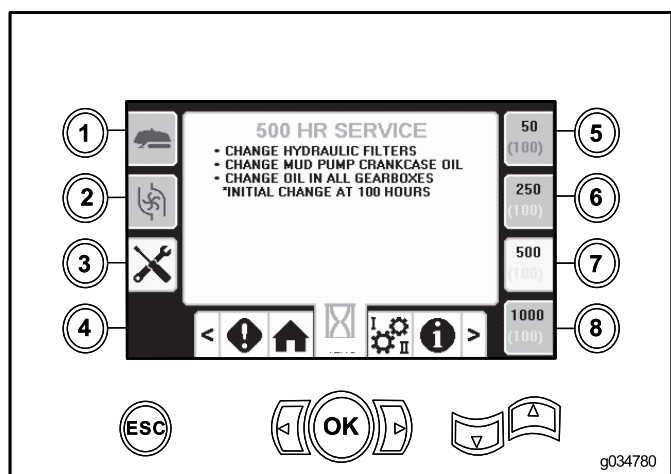

Рисунок 46
- Кнопка 7 – 500 часов (Рисунок 46)